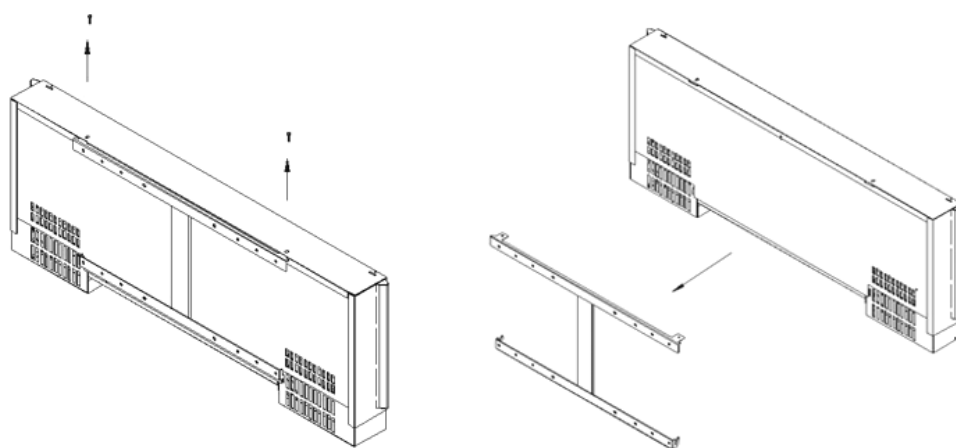

Fig.1
- Degagez les deux vis de l'équerre de mur (situé dessus de l'appareil) avec un tournevis. Puis enlever l'équerre de mur. (voyez fig.1)